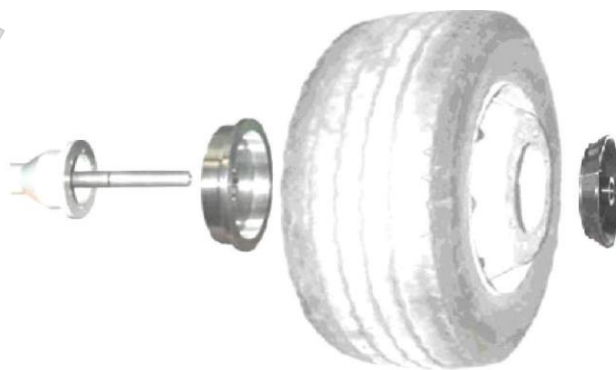

Рис. 6-2
6.2.3 Рисунок 6-2, при балансировке грузовых шин, установите фланец с диаметром больше, чем размер центрального отверстия обода, на главный вал, затем поднимите шину с помощью подъемного устройства, установите шину на главный вал, наденьте подходящий конус и закрепите шину быстросъемной гайкой.